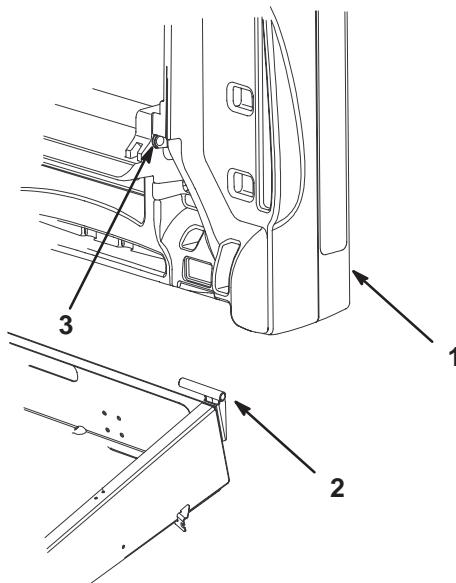

Bild 9
3. Schieben Sie das Befestigungslöch der Mulde über den Schwenkbügel (Bild 9).